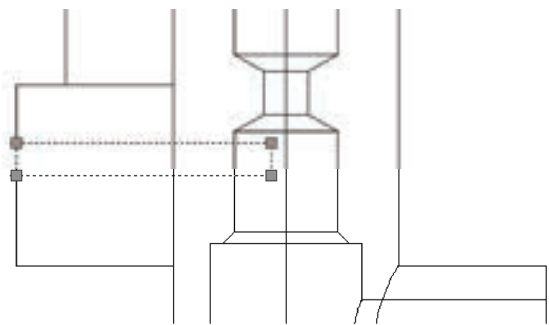

图 10-148 绘制旋转截面
3) 单击“绘图”工具栏中的“面域”按钮，将绘制好的图形创建成面域。结果如图 10-148 所示。